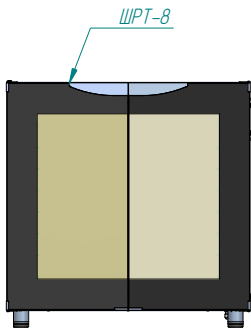

Рис.2
- установите шкаф расстоечный ШРТ-8 (см. Рис.2);